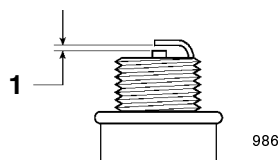

Figure 38
4. Réglez l'écartement des électrodes de la bougie neuve comme illustré à la Figure 38.